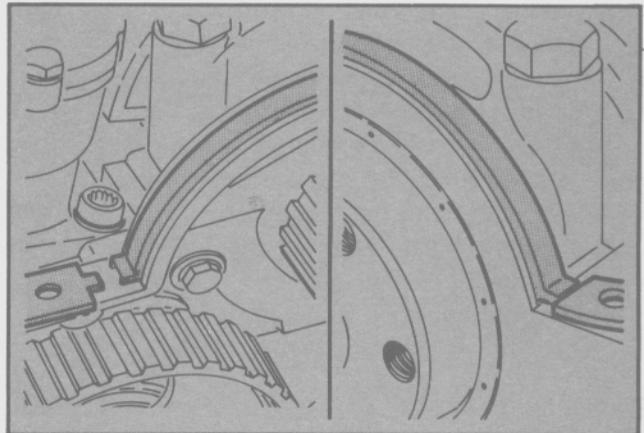

Fig. 49 - Instalación de la junta del cárter
- Instalar los retenes de goma en las acanaladuras de las tapas de bancada trasera y delantera. Aplicar compuesto sellador en la superficie de sellado del bloque de cilindros. Pasar el extremo de la junta del carter por debajo del rebaje del retén de goma (Fig. 49).